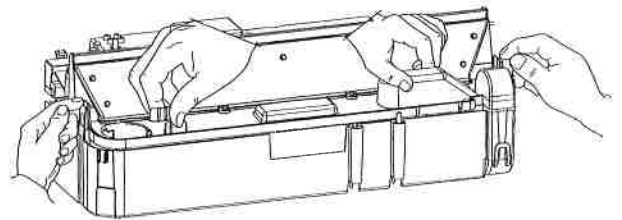
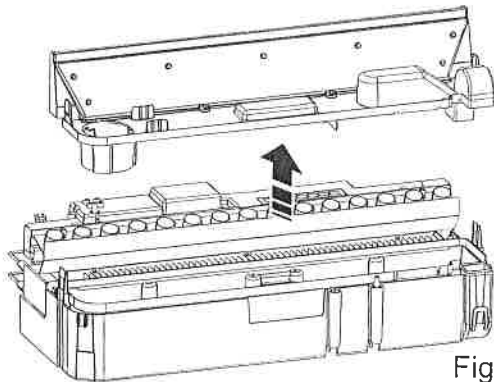

Fig.11
Fig.12
5. Der Sumpf ist mit 2 Klammern, je eine auf der linken und rechten Seite des Sumpfes, gesichert. Die Klammer auf der linken Seite mit einer Hand eindrücken und mit der anderen Hand die Düse aus der Klammer ziehen. Diesen Schritt auf der rechten Seite wiederholen (Abb. 11). Die Düse kann jetzt herausgehoben und beiseite gelegt werden (Abb. 12).